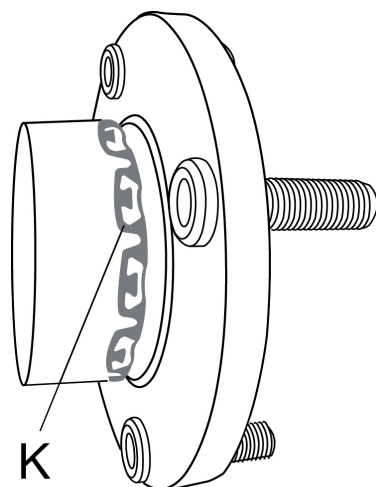

Fig 4
- Per inserire il nuovo cuscinetto / flangia, tenere fermo il dado (F) con una chiave da 30 mm mentre si gira la vite principale con una bussola da 22 mm. (Non usare strumenti ad aria).
- Ruotare la vite principale finché il cuscinetto / flangia non è completamente nella sede. Accertarsi, se presenti, che le linguette dell'anello di ritenzione (K) siano posizionate correttamente nella scanalatura di ritegno (si deve udire uno scatto udibile quando le nervature sono nella sede dell'anello di ritenzione) vedere la Fig. 4.